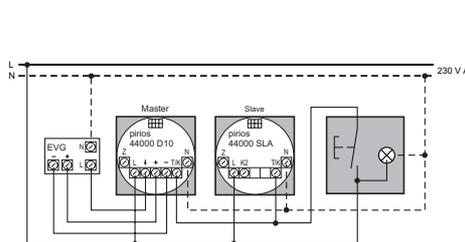
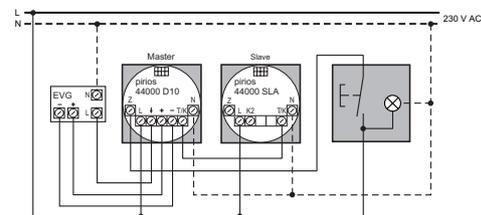

Fig. 1 Tasterfunktion Ein/Öko-Aus
Fig. 3 Tasterfunktion Retrigger
2. Schliessen Sie den Aktor (5) gemäss Schema (Fig. 1, Fig. 3 oder Betriebsanleitung) an und montieren Sie ihn in den Einlasskasten (6).
3. Entfernen Sie den Staubschutz von der Steckbuchse (4).
4. Setzen Sie den Sensor (2) so auf den Aktor (5) auf, dass die 8-poligen Steckstifte (3) in die Steckbuchse (4) des Aktors passen.
8. Montieren Sie die Abdeckhaube (1) auf den Sensor (2) (durch Drehen im Uhrzeigersinn bis zum Einrasten des Bajonettverschlusses).